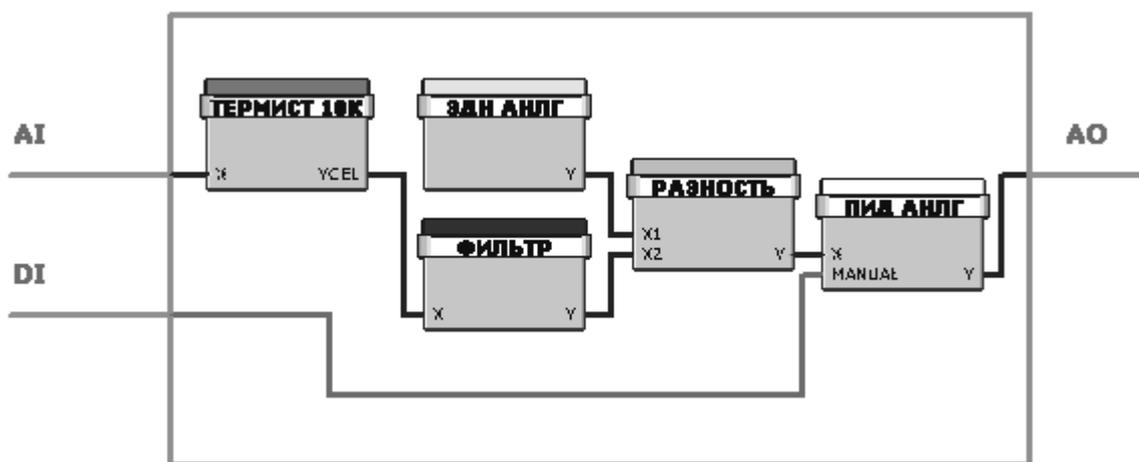

Рисунок 4 – ПИД-регулятор
4) ПИД-регулятор (рисунок 4) – аналоговый регулятор с обратной связью, состоящий из блока задания аналоговой величины, формирующего задание на одном из входов блока определения сигнала ошибки. Аналоговый сигнал обратной связи от объекта управления подается на вход AI и далее через термистор и фильтр, сглаживающий выбросы сигнала обратной связи, поступает на второй вход блока разности. Сигнал рассогласования (разность между заданием и сигналом обратной связи) подается на вход аналогового ПИД-регулятора, выход которого подается на объект управления.